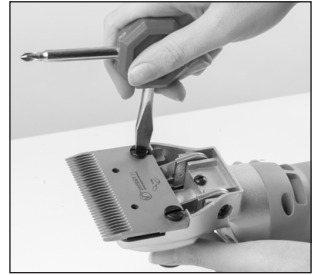

Fig. 3
4. Draai de bevestigingsschroeven (7) los met behulp van de meegeleverde sleutel (afb. 3).